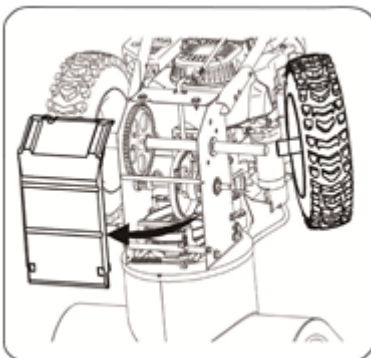

Abb. 31
b. Entfernen Sie das rechte Rad, indem Sie die Schraube und die Unterlegscheibe entfernen, mit denen es an der Achse befestigt ist. Siehe Abbildung 31